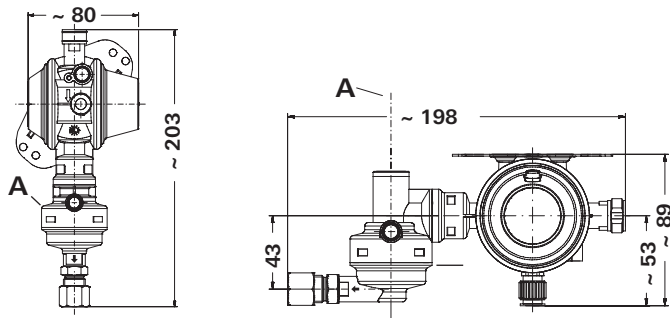

Fig. 3
- MonoControl CS skal, alt efter model, monteres lodret på en stabil væg eller vandret på gasflaskekassens loft. **Udløsningselementet** (fig. 3 – A) skal altid stå i **lodret position**.